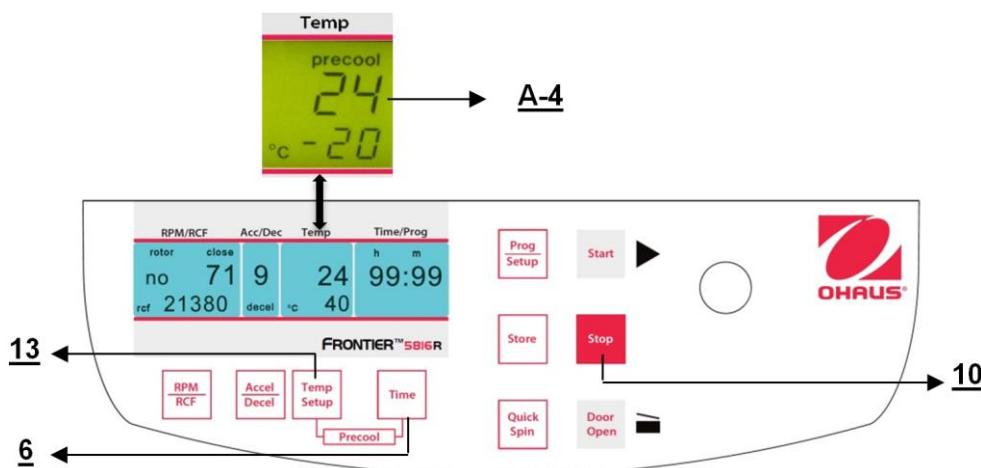

Figura 20
Si las muestras son sensibles a la temperatura, es útil preenfriar la centrífuga, el rotor y eventualmente los portatubos a la temperatura de trabajo requerida. Por lo tanto, inserte el rotor deseado y preajuste la temperatura respectiva. Al presionar en forma simultánea los botones "Temp/Setup" (13) (vea la Figura 20) y "Time" (6), inicia la operación. Durante la operación, la unidad selecciona automáticamente una velocidad rotacional que es equivalente al 20% de la velocidad rotacional permitida del rotor respectivo. Después de que se alcanza la temperatura predeterminada, puede salir de la operación de preenfriamiento con el botón "Stop" (10). Dependiendo del rotor insertado, el preenfriamiento dura aproximadamente entre 10 y 20 minutos.